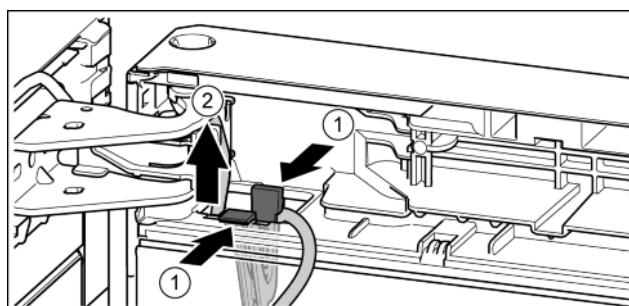

Fig. 25
- ▶ Nacisnąć nakładkę. Fig. 25 (1)
- ▶ Uchwyt kabla wyjąć wraz z zamocowanym kablem. Fig. 25 (2)